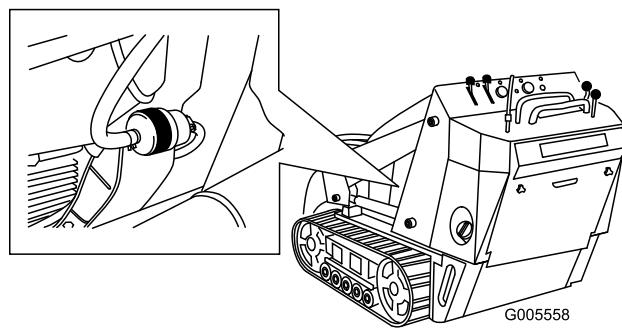

Рисунок 36
4. Пережмите топливопроводы на обеих сторонах топливного фильтра (Рисунок 36).
5. Сожмите концы шланговых хомутов и сдвиньте их с фильтра (Рисунок 36). | 2. Зажим шланга